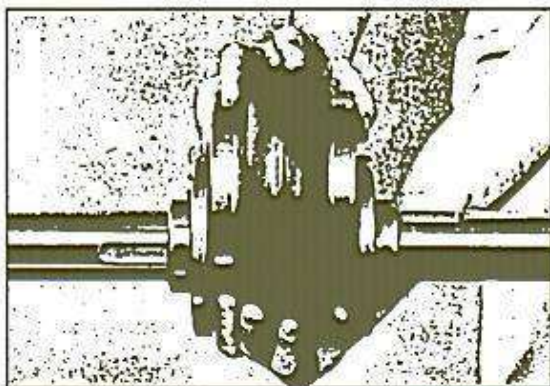

Figura 5
- 8 - Mantenha a partição do corpo elástico fechada como mostrado na figura 5, aperte, com a mão, um ou dois parafusos diametralmente opostos à partição. Usando ambas as mãos movimente o corpo elástico puxando-o em direção à partição para diminuir ao máximo a abertura. Aperte com a mão os demais parafusos ordenadamente do mais distante para o mais próximo da partição. Finalmente aperte cada parafuso com uma chave até o torque especificado nas tabelas I e II.